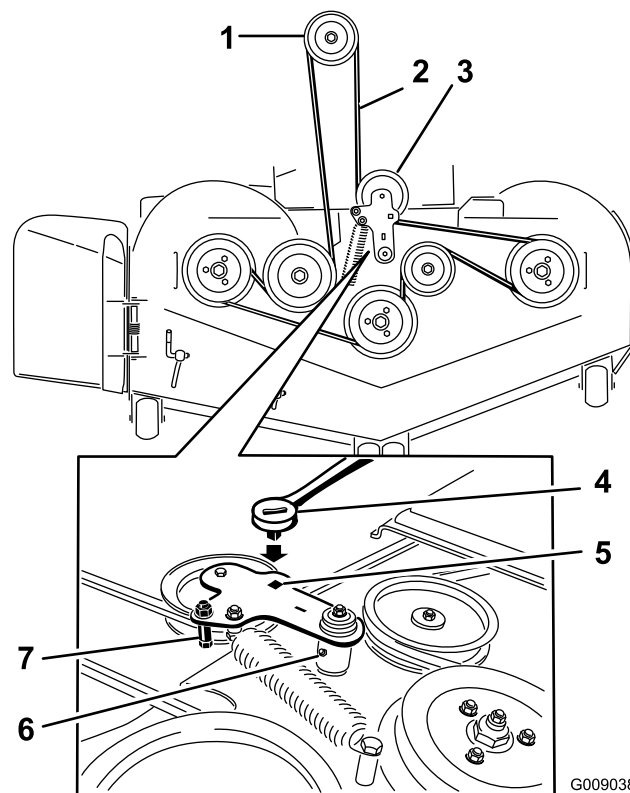

Figure 83
6. Insérez un rochet dans le trou carré du bras de la poulie de tension pour détendre le ressort de la poulie de tension (Figure 83).
8. Enlevez le guide-courroie situé sur le bras de la poulie de tension rappelé par ressort (Figure 83).
10. Acheminez la courroie neuve autour des poulies du tablier de coupe et de la poulie d'embrayage, sous le moteur (Figure 83).
11. Montez le guide-courroie sur le bras de la poulie tension (Figure 83).
12. Insérez le rochet dans le trou carré et montez le ressort de la poulie de tension (Figure 83).